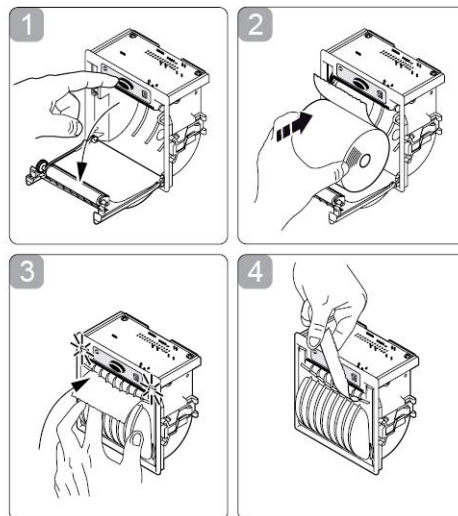

Fig. 3
2. Appuyez sur la touche Ouvrir afin d'ouvrir le couvercle de l'imprimante comme illustré (voir Fig. 3/1). Maniez le coupe-papier avec précaution pour ne pas vous couper la main.
3. Placez le rouleau de papier en vous assurant qu'il se déroule dans le bon sens comme illustré (voir Fig. 3/2).
4. Retirez le papier et refermez le couvercle comme illustré (voir Fig. 3/3). Le couvercle de l'imprimante est verrouillé.
5. Déchirez l'excédent de papier avec le bord dentelé (voir Fig. 3/4).